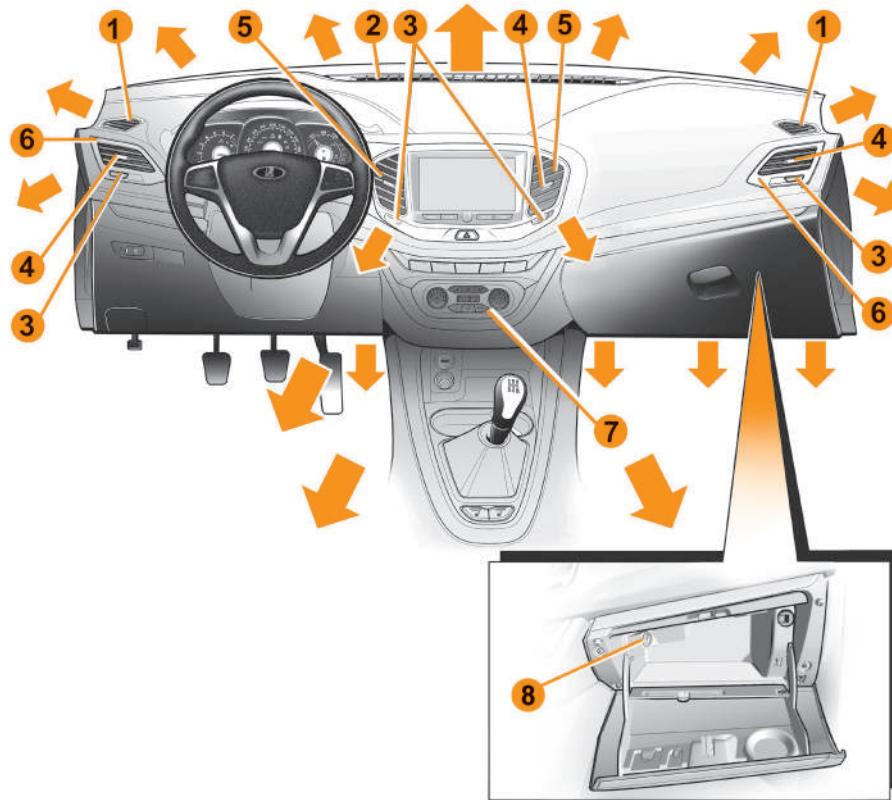

Рис. 3. Органы управления системой вентиляции и отопления салона (*в вариантом исполнении*)
- 1** – сопла обдува (обогрева) боковых стекол (рис. 3);
- 8** – поворотная заслонка воздуховода охлаждения вещевого ящика (рис. 3). Функция охлаждения доступна в автомобилях с климатической системой «Комфорт» и «Люкс».
В **тёплое время года** рекомендуется направлять воздух в регулируемые сопла **5** и **6** (см. рис. 3) на панели приборов для лучшей вентиляции салона. Установите среднюю или максимальную скорость воздушного потока для эффективного удаления избытков тепла из салона. Нажмите кнопку  , установите комфортное направление потока воздуха из сопел с помощью рукояток регулировки **4**. Установите минимальную температуру поступающего воздуха, при необходимости отрегулируйте температуру.